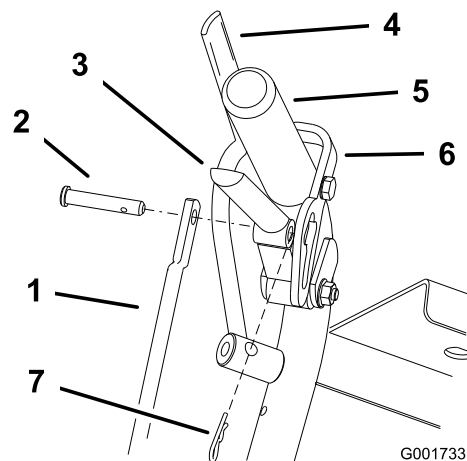

Figure 17
1. Retirez les goupilles fendues et les axes de chape des leviers de déplacement et des verrous du point mort (Figure 17).
- Posez la goupille fendue entre les leviers de déplacement et les verrous de point mort, et dans les axes de chape (Figure 17).